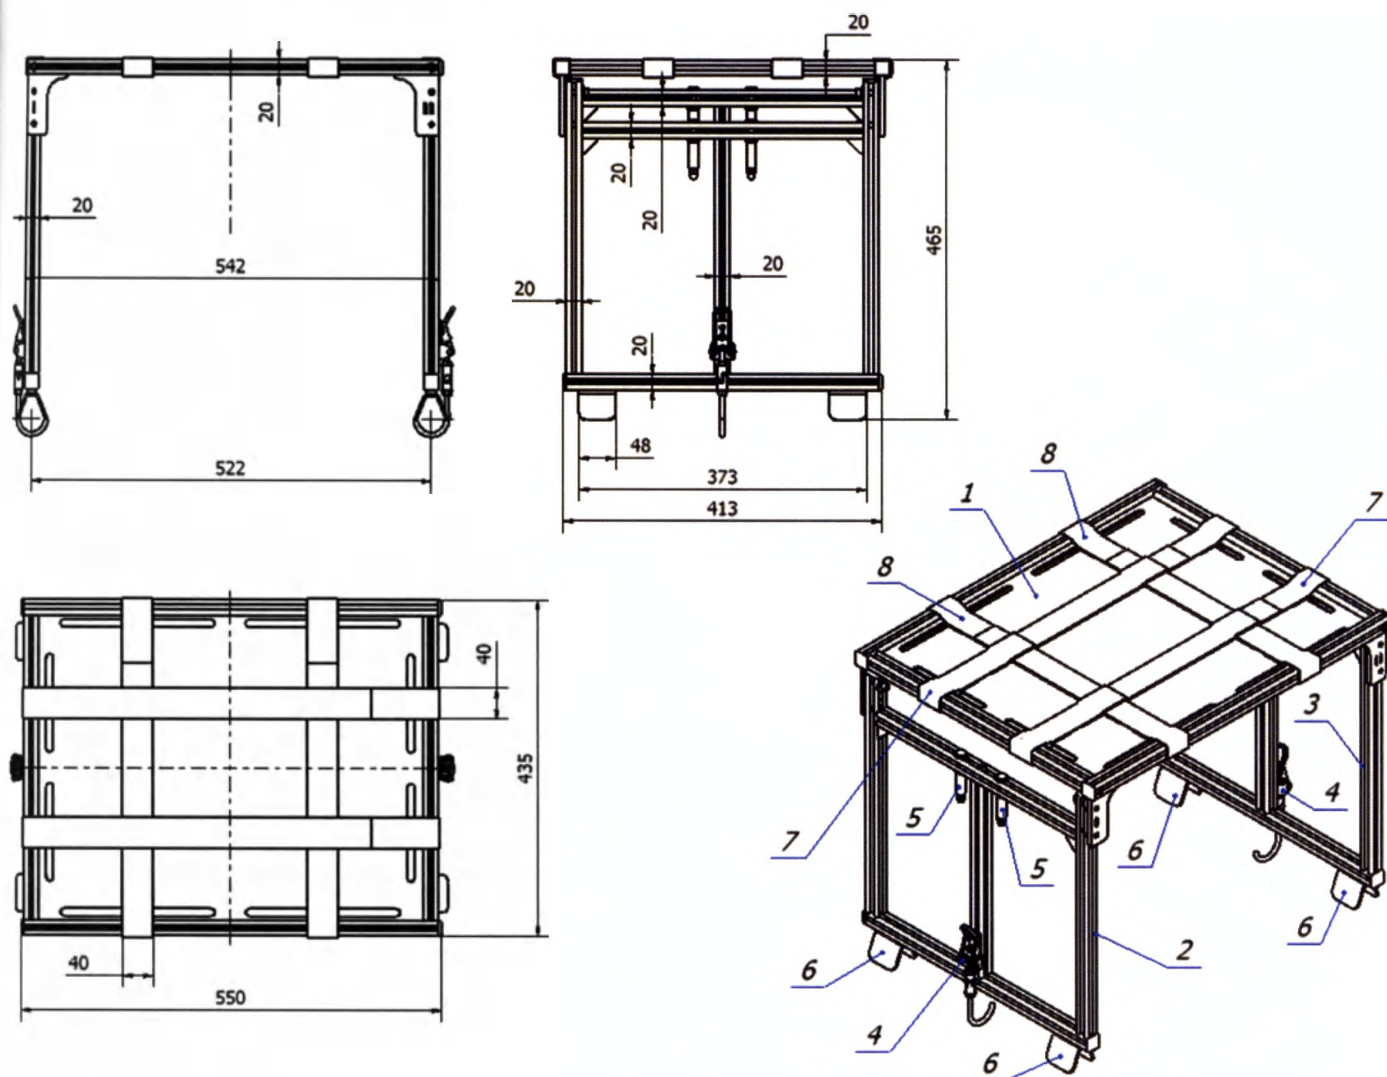

Рисунок 1 – Общий вид полки для оборудования (в рабочем положении)
1.6.1 Полка для оборудования в рабочем положении состоит из следующих основных частей (см. рис.1):
Полка для оборудования в сложенном виде (положение для транспортировки) представлена на рис. 1а:
Рисунок 1а – Общий вид полки для оборудования (в сложенном виде)